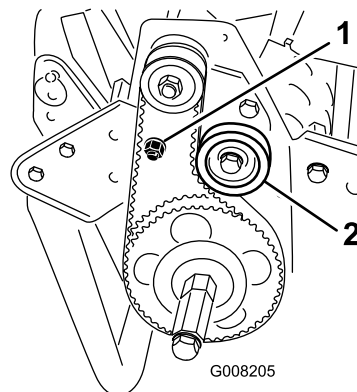

図 36
2. プーリ間の中央（図 36）でベルトを 1.8～2.2 kg 程度の力で押して点検します。ベルトのたわみが 6 mm 程度あれば適正です。
- A. アイドラ・プリー固定ナットをゆるめ、プリーをベルトの背に押しつけて、適当な張りを出す（図 36）。